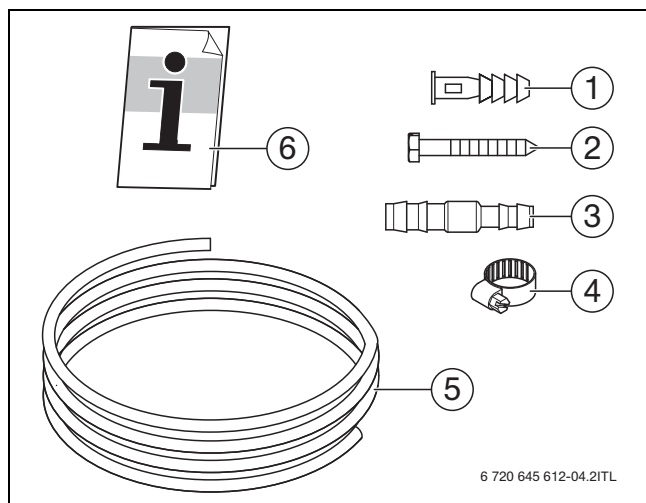

Fig. 1 Material fornecido
- Acessório fornecido (→ fig. 1)